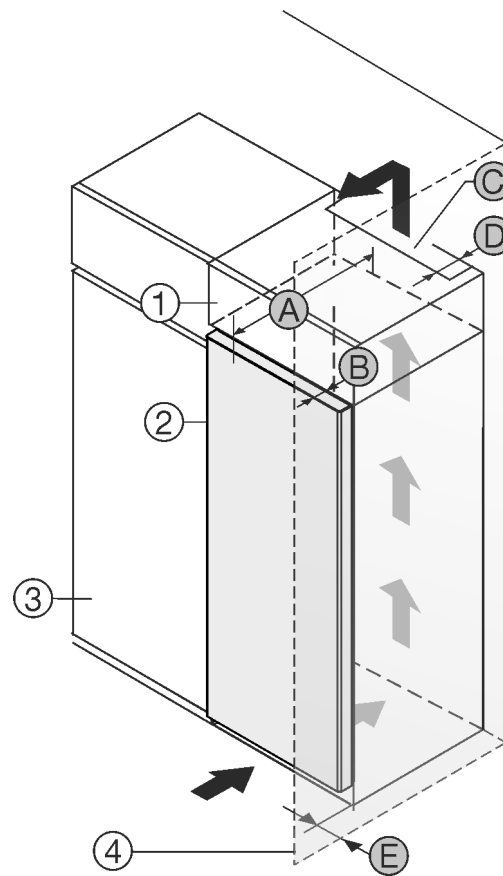

Fig. 1
- (1) Nastavná skříňka \*
- (2) Příklad \*
- (3) Kuchyňská skříň \*
- (4) Stěna \*
- (A) Hloubka přístroje \*
- (B) Hloubka dvířek \*
- (C) Ventilační průřez \*
- (D) Vzdálenost zadní strany přístroje \*
- (E) Vzdálenost k zadní straně přístroje \*
Můžete přístroj nainstalovat přímo vedle kuchyňské skříňky Fig. 1 (3)\*.
Na zadní straně nastavné skříňky musí být větrací šachta hluboká Fig. 1 (D) přes celou šířku nastavné skříňky.\*
Pod stropem místnosti musí být dodržen ventilační průřez Fig. 1 (C)\*.
Když přístroj instalujete závěsy vedle stěny Fig. 1 (4), musí být vzdálenost mezi přístrojem a stěnou minimálně 13 mm.\*
Aby bylo možné dvířka plně otevřít, musí přístroj přesahovat o hloubku dvířek Fig. 1 (B) vůči přední linii kuchyňské skříňky. V závislosti na hloubce kuchyňských skříňek Fig. 1 (3) a použití vymežovačů odstup od stěny může přístroj vyčnívat dále.\*